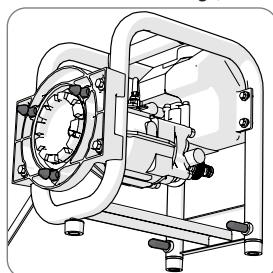

Abb. 11
- Halten Sie die 3 Fixierstifte und 2 Stabilisierungsschrauben sauber und besprühen Sie sie gelegentlich leicht mit einem Silikonöl. (**Abb. 11**)